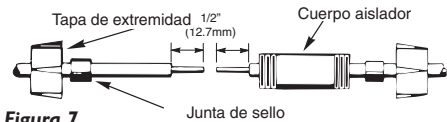

Figura 7
4. Destornille las tapas de plástico de los aisladores. Coloque una capa y una camisa de empaque de neopreno en cada extremo de cable que se deba empalmar (consulte la Figura 7).
5. Deslice el cuerpo aislador en un extremo del cable (Figura 7).